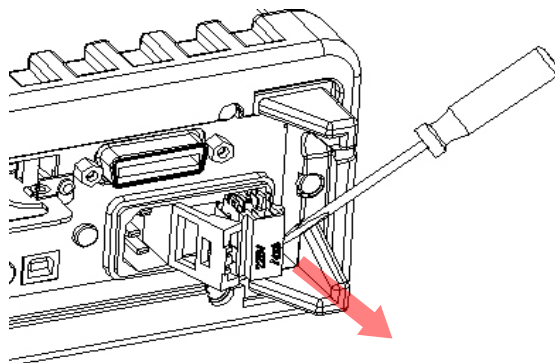

図 2-3
- 【手順 3】 図2-3に示すように、右中央部から赤い電圧設定セクタを取り外します。